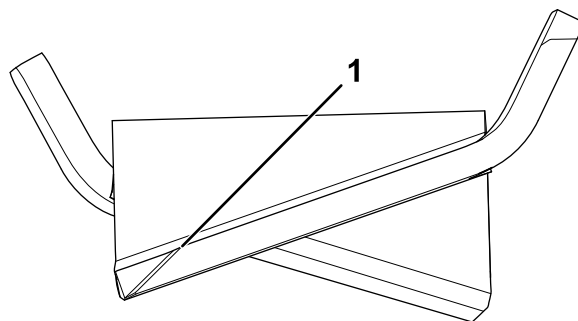

Figura 106
1. Utilizzate una lima o uno strumento di affilatura per affilare il tagliente a entrambe le estremità della lama (Figura 106).
Nota: Se la lama non è bilanciata, limate parte del metallo dall'estremità pesante della lama solo nell'area della costa (Figura 106).